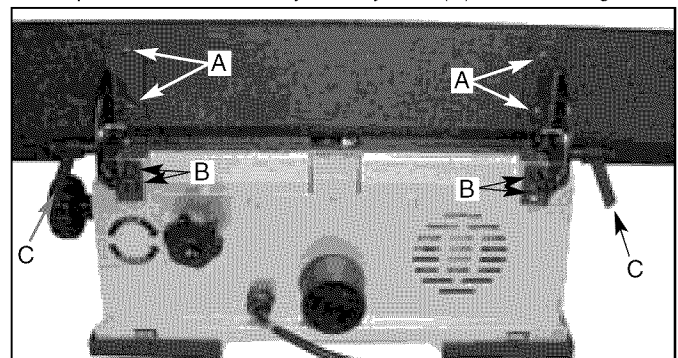

Figura 2 – Instale el Conjunto del Reborde Guía
Consulte la Figura 2.
- Fije los conjuntos del soporte del reborde guía al reborde guía utilizando los cuatro tornillos M6 x 20 y arandelas de seguridad. El conjunto del soporte tiene un lado derecho y un lado izquierdo. Véase la Figura 2 para conocer la instalación correcta. No apriete totalmente los tornillos.
- Apriete completamente todos los tornillos. Fije el reborde guía en posición con las manijas de fijación (C). Véase la Figura 2.